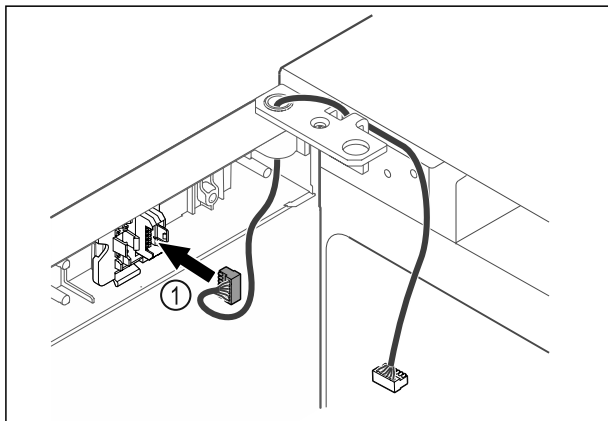

Fig. 42
- ▶ Wtyczkę Fig. 42 (1) należy włożyć w uchwyt wtyczki.